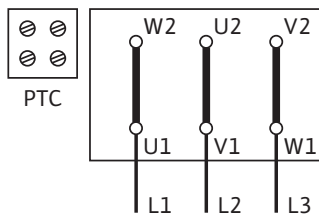

Fig. 35: Y-Δ-Anlauf (Standard)
- Das Anschlussschema für den Elektroanschluss befindet sich im Klemmenkasten (siehe auch Fig. 35/36).
Y-Δ-Anlauf (Standard)	Verbindungsbrücken entfernen (Fig. 35)